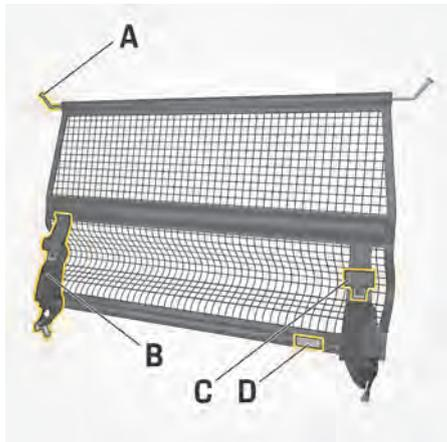

図. 208 ラゲッジコンパートメントパーテーションネット
- タイダウンベルトルースナー **c**(図. 208) が進行方向と反対に向いていることを確認してください。
2. 下部フック **B**(図. 208) を使用して、ラゲッジコンパートメントパーテーションネットを積載スペースフロア左右のタイダウンリングにはめ込みます。
2. 下部フック **B**(図. 208) を使用して、ラゲッジコンパートメントパーテーションネットをバックレスト左右のタイダウンリングにはめ込んでください。
1. タイダウンベルトルースナー c(図. 208) を使用してベルトストラップをゆるめます。